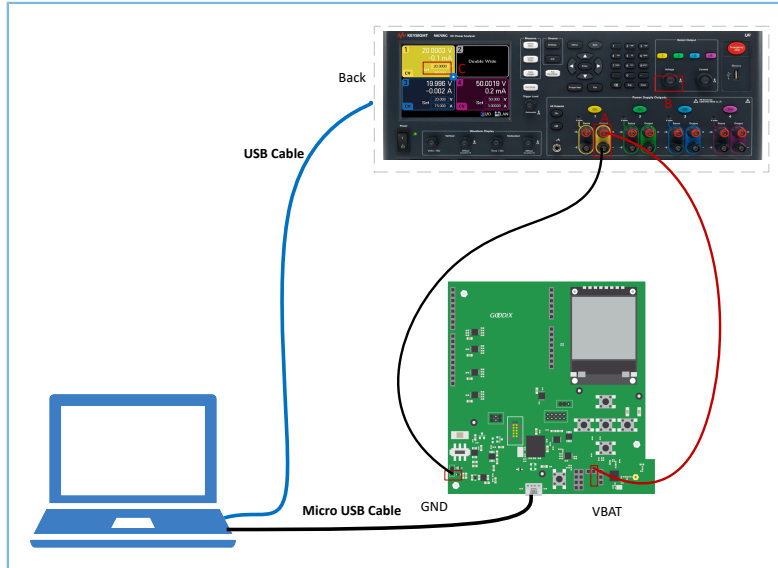

图 3-1 硬件连接示意图
1. 打开 Keysight N6705C，用图 3-1 中 B 处的按钮将通道的电压输出调整到 3.3 V，即图 3-1 中 C 处显示 3.3 V。
2. 将图 3-1 中 A 处的“+”连接到 GR5515 SK 板的 VBAT 端；“-”连接到 GR5515 SK 板的 GND 端，为开发板上 GR551x 芯片供电。